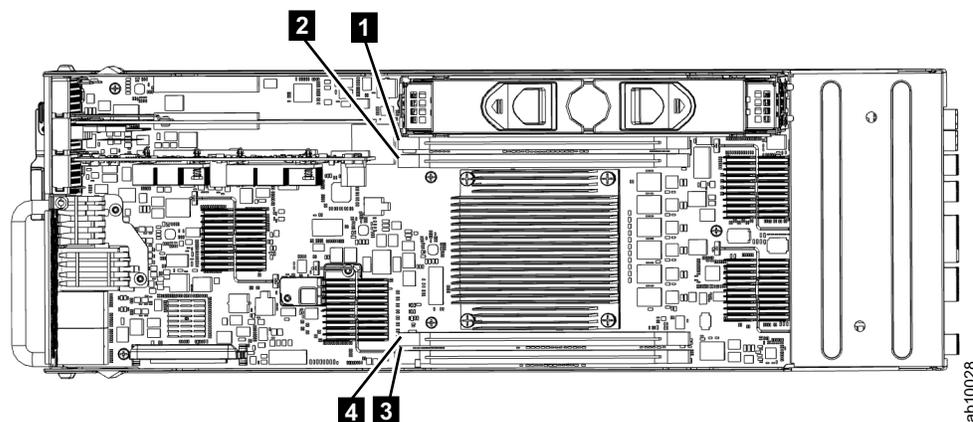

図 45. Storwize V7000 2076-524 ノードキャニスターのメモリー・モジュールの取り付け
4. 障害のある DIMM を含む DIMM スロットを見つけます。スロット 1 はバッテリー・エリアの隣です。スロット 2 はプロセッサの隣です。215 ページの図 45 に示されているように、スロットには **1**、**2**、**3**、**4** のマークが付けられています。
8. DIMM を慎重にスロットに取り付けます。215 ページの図 45 に示されているように、DIMM の切り欠きの位置がスロットの形状と合っていることを確認します。